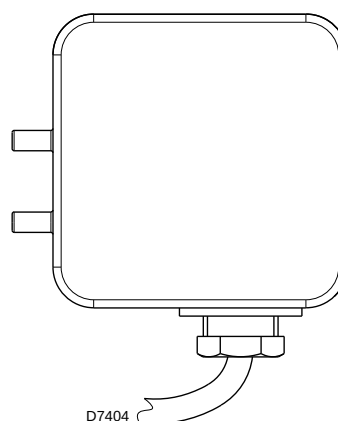

Fig. 18
- Regolare il pressostato aria (Fig. 18) ad inizio scala.
Eseguire la regolazione del pressostato aria (Fig. 18) dopo aver effettuato tutte le altre regolazioni del bruciatore con il pressostato aria regolato a inizio scala.